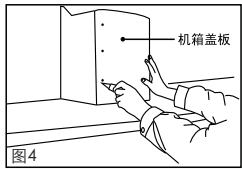

图4
- 3) 拧下机箱盖周边的8个锁紧螺钉，取下机箱盖板，如图 4；